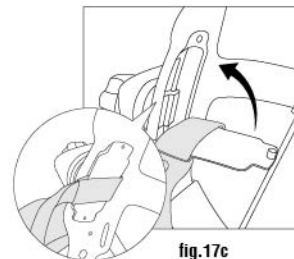

fig.17c
Étape 3 : Clipsez la boucle à son emplacement d'origine (voir fig.17c).